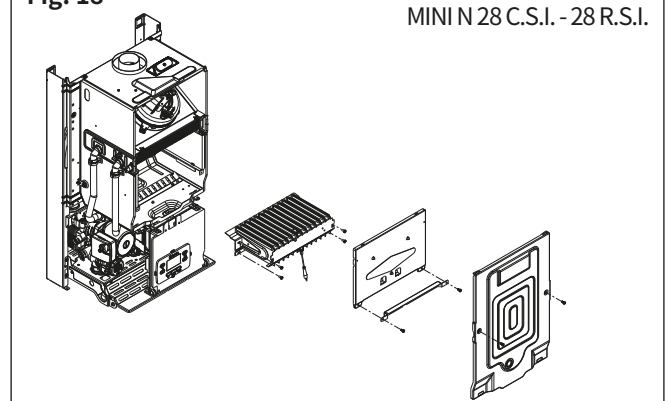

Fig. 19
- 用7号套筒扳手取下喷嘴、垫圈,并用转换组件替换 (Fig.19)。